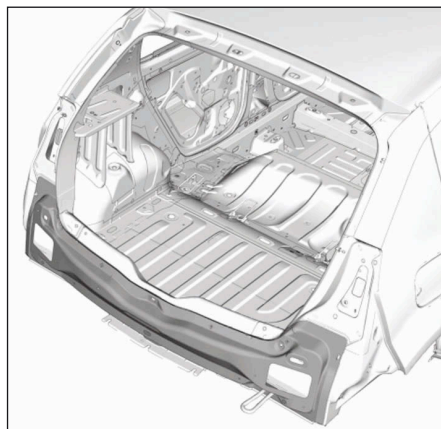

FIG.86
- Respecter les ligne de coupe (Fig.86).